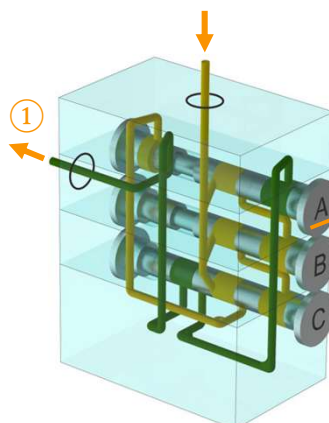

Abb. 9.1 A
Der Schmierstoff fließt über den Verteilereingang durch alle Verteilerelemente zum Kolben A. Der Kolben (A) wird nach links verschoben und der Schmierstoff wird aus dem linken Druckbereich des Förderkolbens zum Verteilerauslass ① gedrückt (Abb. 9.1).
Nach dem Verschieben des Förderkolbens wird der Schmierstoff wieder auf die rechte Seite des Förderkolbens (Abb. 9.1) gefördert und ein neuer Zyklus des Progressivverteilers gestartet. Die beschriebene Funktion wiederholt sich so lange, bis dem Progressivverteiler Schmierstoff zugeführt wird.